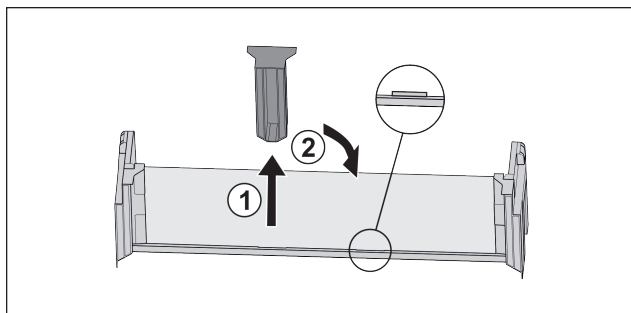

Fig. 20
- ▶ Middelste vasthoudeel lostrekken Fig. 20 (1).
- ▶ Middelste vasthoudeel in tweede positie inzetten Fig. 20 (2).